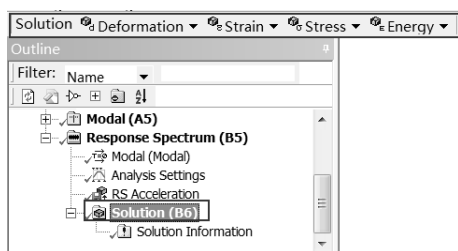

图 8-47 Solution 工具栏
Step1：选择 Mechanical 界面左侧 Outline（分析树）中的 Solution（B6）选项，此时会出现如图 8-47 所示的 Solution 工具栏。